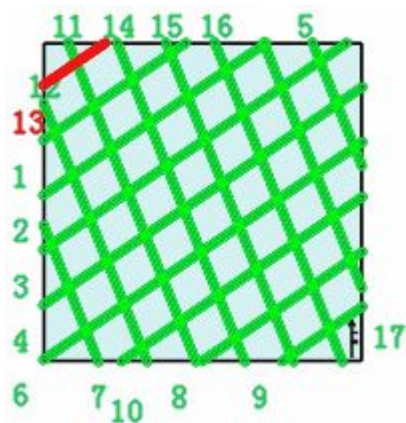

图 1
1. 如下图 1 示，用该工具框选要排列的缝制线，并靠近头点单击起始的缝制线，弹出【自动排列缝制顺序】对话框；